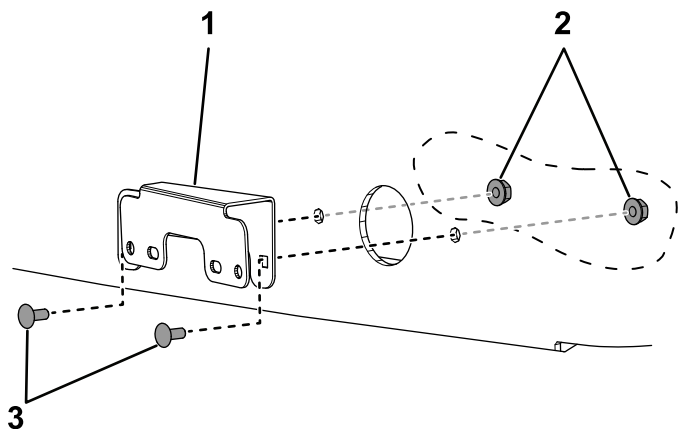

Figure 23
3. Fixez les 2 supports de clignotants sur le capot à l'aide de 4 boulons de carrosserie (n° 10 x 1/2") et 4 contre-écrous (n° 10) (Figure 23).